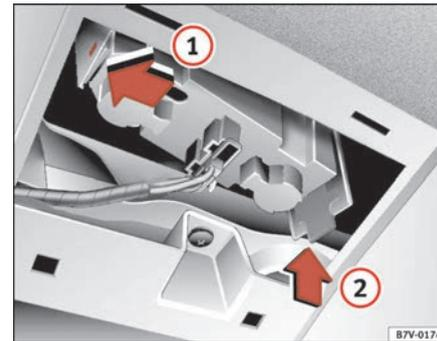

Fig. 167 Luces en el portón trasero
- Coloque el portalámparas en el orificio correspondiente ① por la pestaña delantera y presione hacia arriba el portalámparas por la parte posterior ②, hasta que encastre la pestaña elástica ⇒ fig. 167.